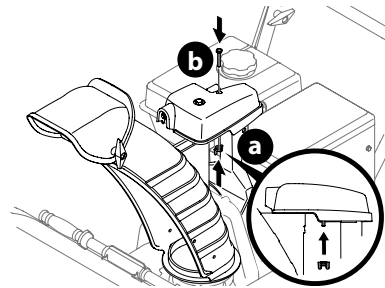

Figure 9
3. Retenez la tête de commande de la goulotte au support avec les écrous autobloquants (a) et les boulons (b) retirés à l'étape 1. Voir (Figure 9).